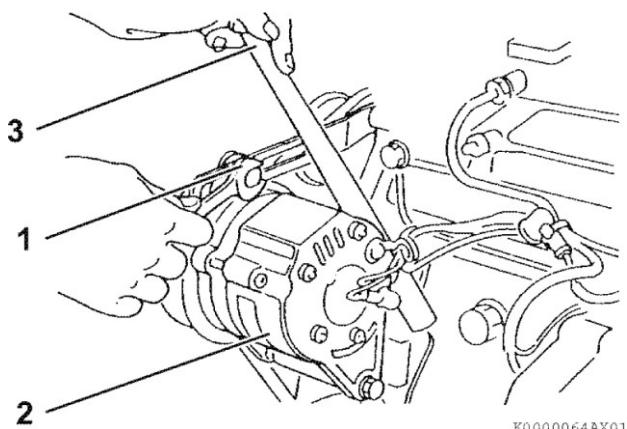

Рисунок 42
2. В случае необходимости, отрегулируйте натяжение клинообразного ремня. Ослабьте регулировочный болт, болты и/или гайки крепления (рисунок 42 (1)) и другие связанные болты и/или гайки, затем переместить генератор (рисунок 42 (2)) монтажкой (рисунок 42 (3)) и повернуть его относительно оси крепления в положение, при котором установится требуемое натяжение ремня. После этого затянуть регулировочные болты и/или гайки крепления.